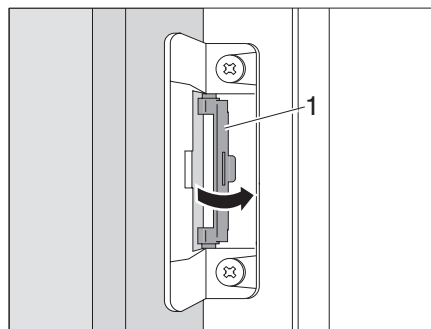

Bild 92 Vrida tillbaka låset till utgångsläge
- ▶ Vrida tillbaka låset (Bild 92,1) till utgångsläge.